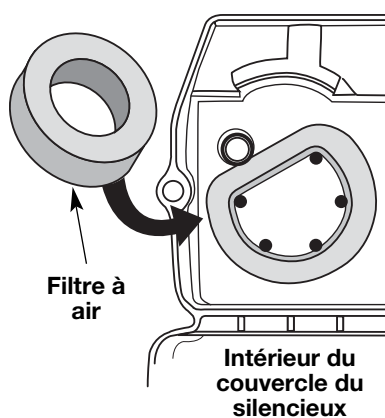

Fig. 26
2. Retournez le couvercle et inspectez l'intérieur pour repérer le filtre à air. Retirez le filtre à air de l'intérieur du couvercle du filtre à air/silencieux (Fig. 26).
6. Remplacez le filtre à l'intérieur du couvercle du filtre à air/silencieux (Fig. 26).